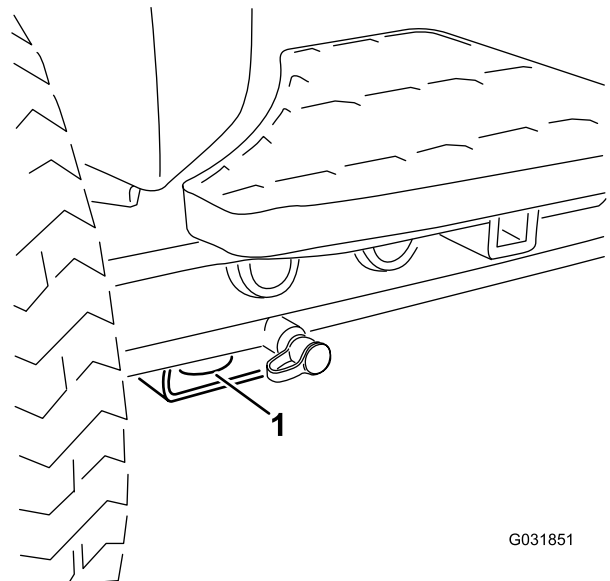

Figure 22
- **Avant de la machine** – trou du patin rectangulaire, sous le tube d'essieu, à l'intérieur de chaque roue avant (Figure 22).